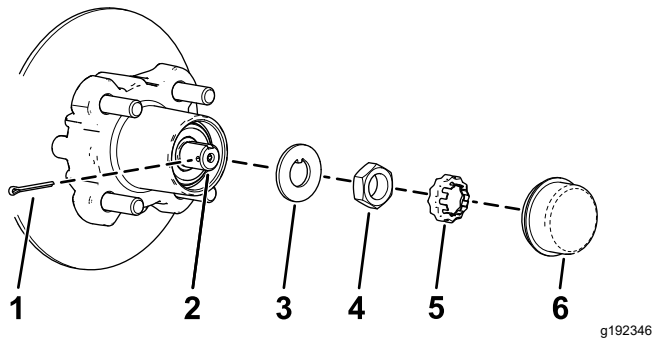

Figura 34
- Retire el tapón guardapolvo del cubo (Figura 34).
- Retire la chaveta y el retén del eje/tuerca del eje (Figura 34).
- Retire la tuerca del eje y separe el conjunto de cubo y rotor del eje (Figura 34 y Figura 35).